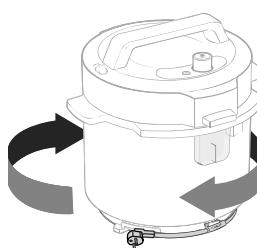

Figura 10.10
- Enrolle el cable de alimentación en el sentido de las agujas del reloj alrededor de la base de la olla a presión y cuelgue el clip del cable de alimentación en el enganche del cable. **[Figura 10.10]**